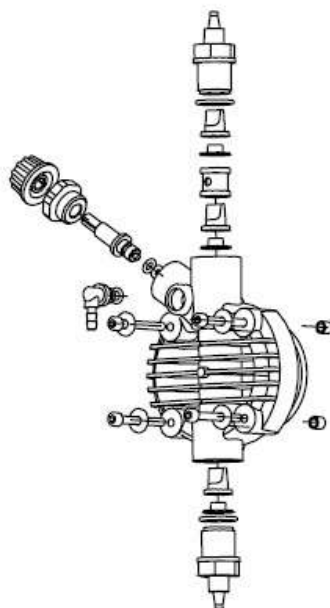

Рис. 10
3. Слить всю дозируемую жидкость из головки насоса. Это можно проделать, отсоединив насос от системы и перевернув его вверх ногами на 15-30 секунд не подсоединяя шланги к ниппелям: если это невозможно проделать, снимите головку, открутив 4 крепежных винта. (Рис. 10)
- Концентрацию реагента в трубопроводе: снижение концентрации может быть вызвано износом клапанов, в случае чего их необходимо заменить (рис. 10) или засором фильтра, который необходимо промыть, как описано ниже в п. 3
Слить воду из головки можно отсоединив насос от системы и перевернув его вверх ногами на 15-30 секунд без подсоединения шлангов; если у вас не получилось слить воду снимите, а затем вновь установите головку насоса (Рис.10)